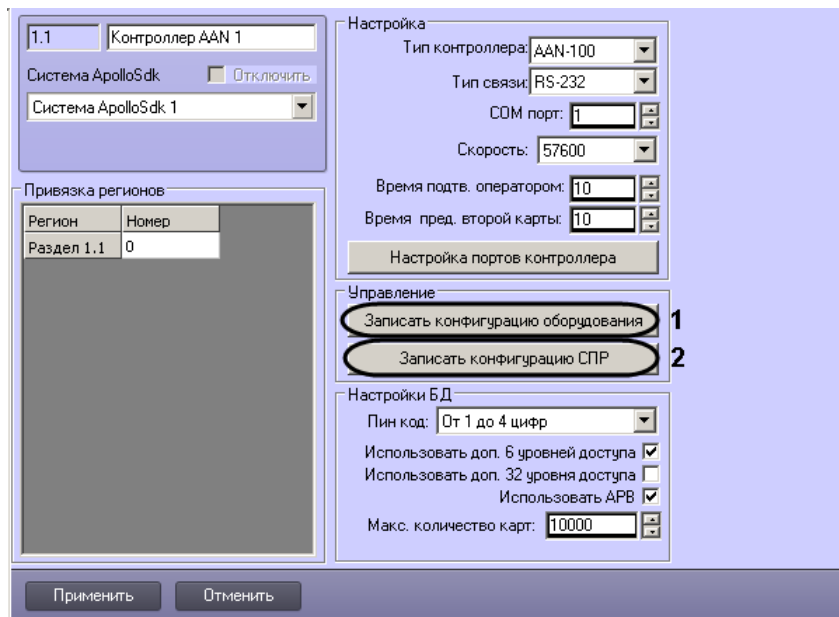

Рис. 3.3–7 Пересылка конфигурации в контроллер
1. Перейти на панель настройки объекта **Контроллер AAN** (Рис. 3.3–7).
2. Для пересылки в контроллер конфигурации оборудования нажать на кнопку **Записать конфигурацию оборудования** (см. Рис. 3.3–7, 1).
3. Для пересылки в контроллер данных о пользователях и параметрах доступа нажать на кнопку **Запись конфигурации СПР** (см. Рис. 3.3–7, 2).